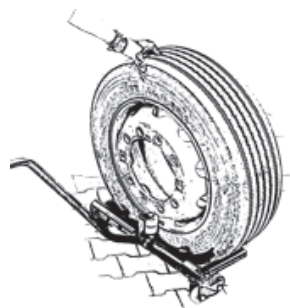

Fig. 03
Removal: Position the dolly under the wheel to be removed. Loosen the wheel nuts and ensure that the wheel is carefully lowered onto the dolly. During transport hold the wheel steady by hand (see Fig.03).
Mounting: Position the dolly with the wheel at the wheel hub, hold the wheel firm (see Fig.03), so that it cannot slip off. The wheel seat of the dolly is equipped with rollers for positioning the rim on the hub.
Demontage eines Reifens: Positionieren Sie bitte mit dem Wagen unter den zu demontierenden Reifen. Achten Sie darauf, dass Sie der Reifen vorsichtig auf dem Wagen abgesetzt wird. Bitte halten Sie den Reifen beim rangieren mit der Hand fest (s.Fig.03).
Montage eines Reifens: Fahren Sie den Wagen mit dem Reifen an die Radnabe, halten Sie den Reifen derweil mit der Hand fest (s.Fig.03), so dass er nicht abrutschen kann. Zur Positionierung der Felge auf der Nabe, ist die Radaufnahme des Wagens mit Rollen ausgestattet.
- Platzieren Sie die Last mittig auf dem Radhandwagen. (Abb. 03)
- Benutzen Sie den Radhandwagen nur auf harten und ebenen Flächen. (Abb. 03)